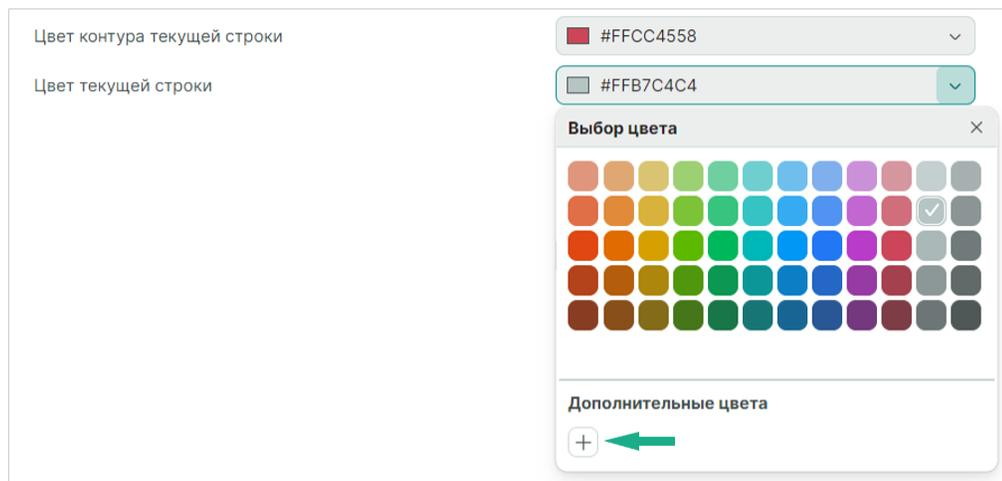

Рис. 107 Выбор цвета текущей строки и ее контура
- «Цвет контура текущей строки» – выбор цвета контура строки, на которой расположен курсор. Выбор осуществляется из выпадающего меню, см. Рис. 107.
- «Цвет текущей строки» – выбор цвета строки, на которой расположен курсор. Выбор осуществляется из выпадающего меню, см. Рис. 107.